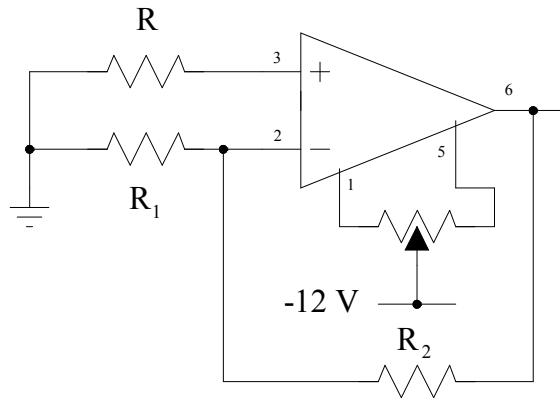

Figura 4: Ajuste de offset
- 3.9 Use o potenciômetro, conforme Figura 4, para minimizar o offset devido ao desbalanceamento interno do amplificador operacional.